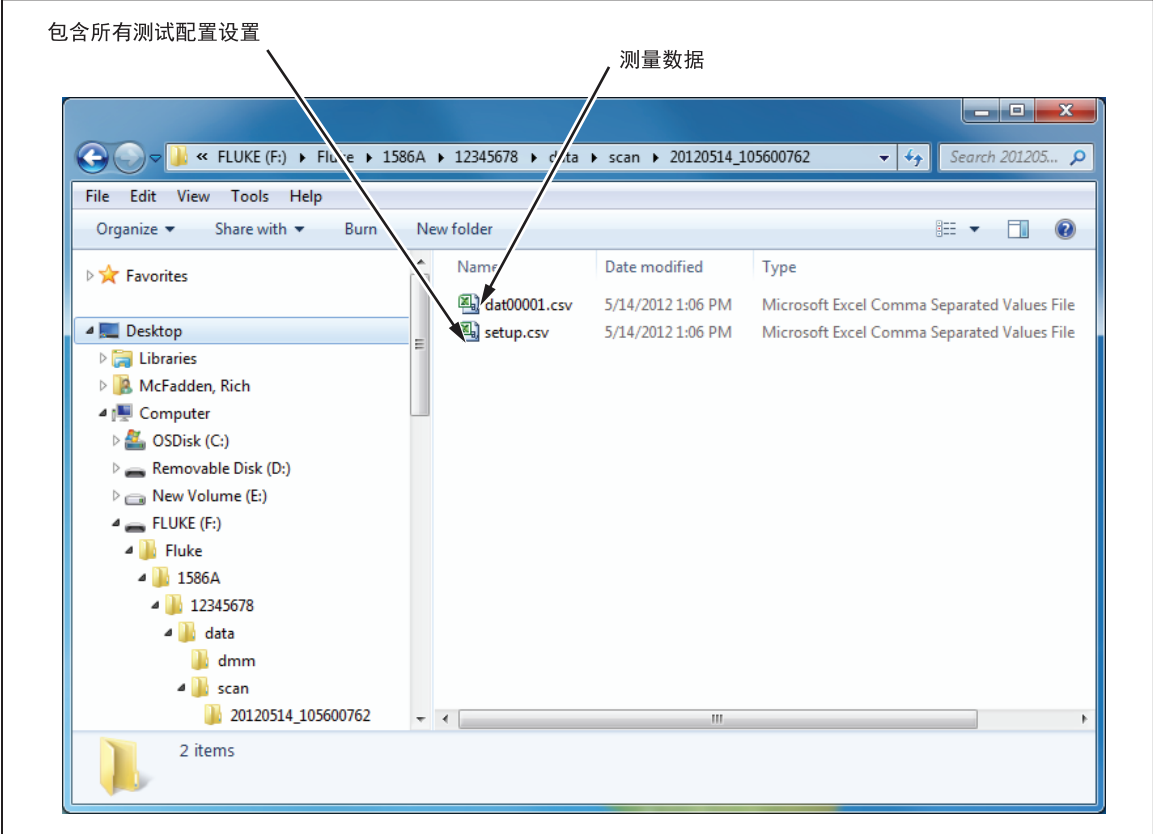

图 4-9. Setup.csv 和 Dat00001.csv Files
- 5. 浏览到数据文件夹，如下所示（有关文件夹结构的示例，请见图 4-9）：
6. 选择要打开的文件，然后双击该文件。以时间戳命名的数据文件夹中包含两份逗号分隔值 (.csv) 文件：**setup.csv** 和 **dat00001.csv**。setup.csv 文件包含记录数据时配置的所有测试参数。dat00001.csv 文件包含记录的所有测量数据。请见图 4-9。